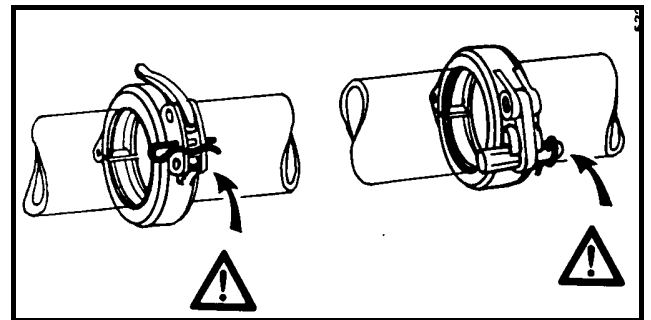

Fig. 1
- Las tuberías de transporte, los acoplamientos y los tubos flexibles deben estar fijados de manera reglamentaria y asegurados de tal forma que no puedan abrirse por sí solas (Fig. 1).